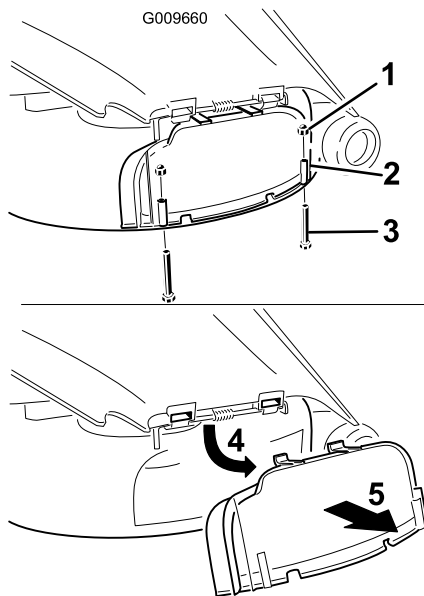

Figura 26
3. Retire los 2 pernos y tuercas que fijan la tapa de descarga al cortacésped (Figura 26).